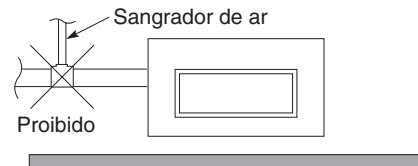

Fig. 3-14
- **Não instale um sangrador de ar, pois isso pode causar o salpico de água da saída do tubo de drenagem. (Fig. 3-14)**